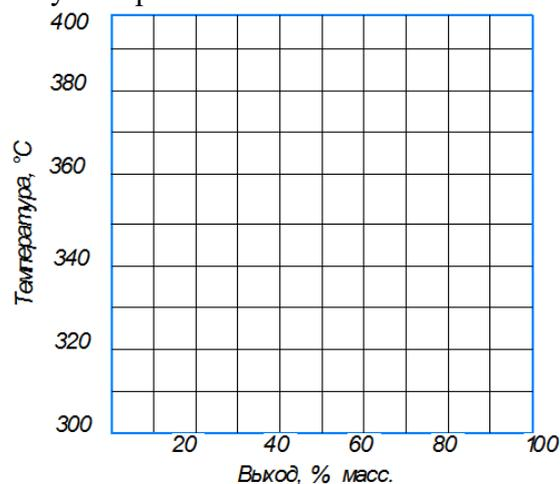

Рисунок 1
1. Перенести рисунок 1 в свою тетрадь.
4. По графику Обрядчикова – Смидович (рисунок 1 в практич. работе 1), используя полученные данные п.3 и  $t_{50\%}$  определить на оси ординат две точки – одна соответствует 0% отгона по кривой ОИ, вторая 100% отгона по кривой ОИ.